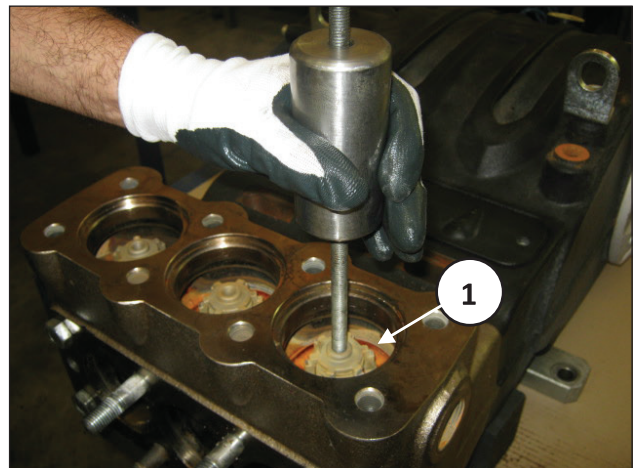

Fig. 107
- D) Extraia a guia da válvula de descarga, mola e válvula esférica por meio de um martelo extrator (cód. 27516400) a ser aplicado no orifício M10 da guia da válvula (pos. ①, Fig. 107) ou, além disso, um possível adaptador M10-M16 (código 25089700) a ser aplicado na rosca M16 da guia da válvula.